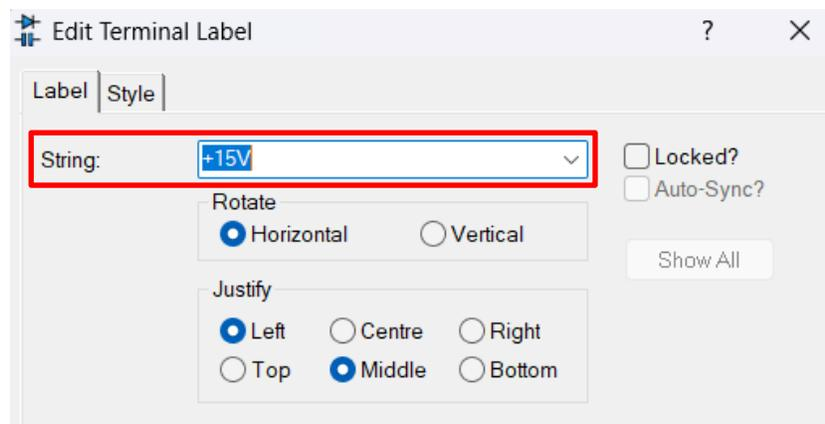

Figura 1.6. Ventana de propiedades de una resistencia.
- Para ajustar los valores de los elementos solo es necesario hacer doble clic en cada uno, tanto las resistencias como la fuente de alimentación. En el caso de la fuente se debe indicar que el signo del voltaje de alimentación, en este caso **+15V**. Esto último se observa en la figura 1.6.